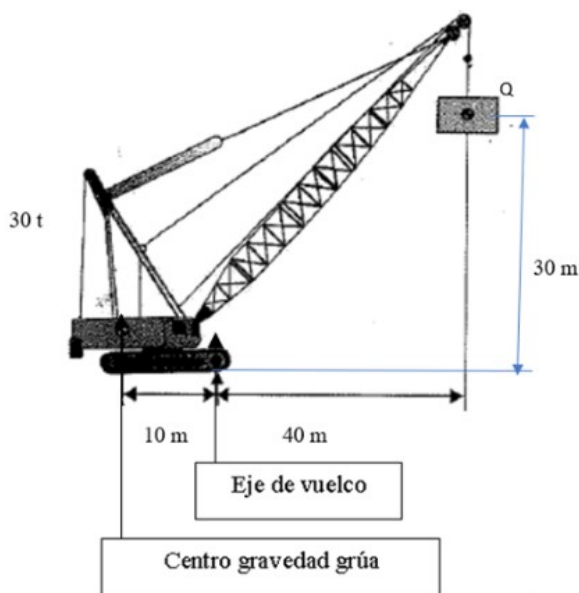

Figura 6
19. En la figura 6 adjunta se representa una grúa de 30 toneladas de peso levantando una carga Q de magnitud desconocida a una altura de 30 metros. La carga está situada a 40 metros del eje de vuelco de la grúa. Además, el centro de gravedad de la grúa se encuentra a 10 metros del eje de vuelco de la misma. Tanto la grúa como la carga están en situación estática.